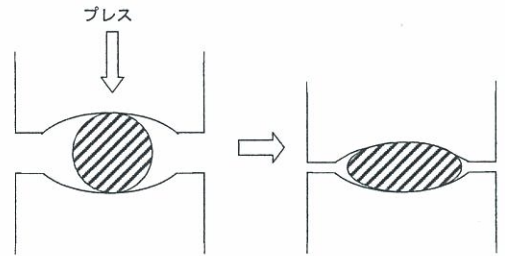

図5 成型素球
①求めたい成型品の体積をあらかじめ計算して、その体積になる直径のボールを作っておき、それを素材としてプレスするという方法があります。プレス形状としては扁平球や半球のような形にした後、棒材先端に溶着して圧縮用などの部品として使用されます。プレス時には余肉部分ができないので、めんどろなバリ取りが不要になり、材料歩留まりの向上、ひいては、省資源への貢献につながるものです。この場合、素材となる鋼球は焼入れされない生（ナマ）または焼鈍品であることが必要です（図5参照）。